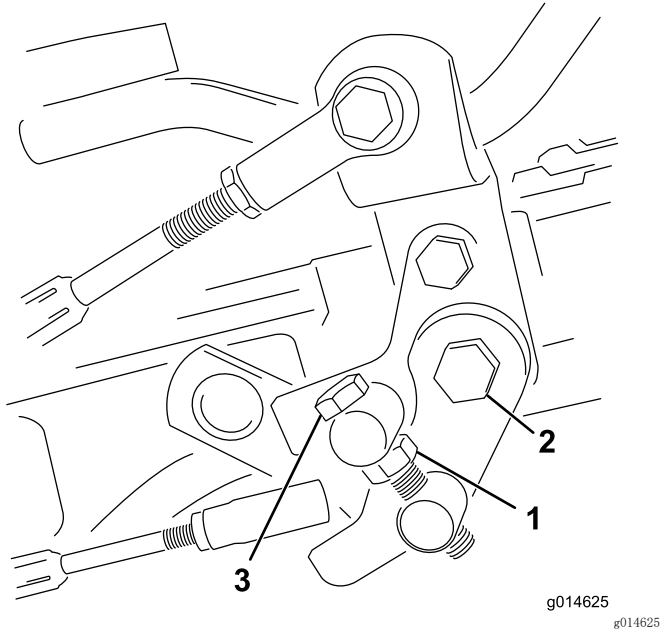

图35
1. 松开枢轴螺栓上的锁紧螺母 (图35)。
4. 上紧枢轴螺栓上的锁紧螺母和踏板枢轴上的螺母，锁定调整 (图35)。检查调整情况，并按需要调整。